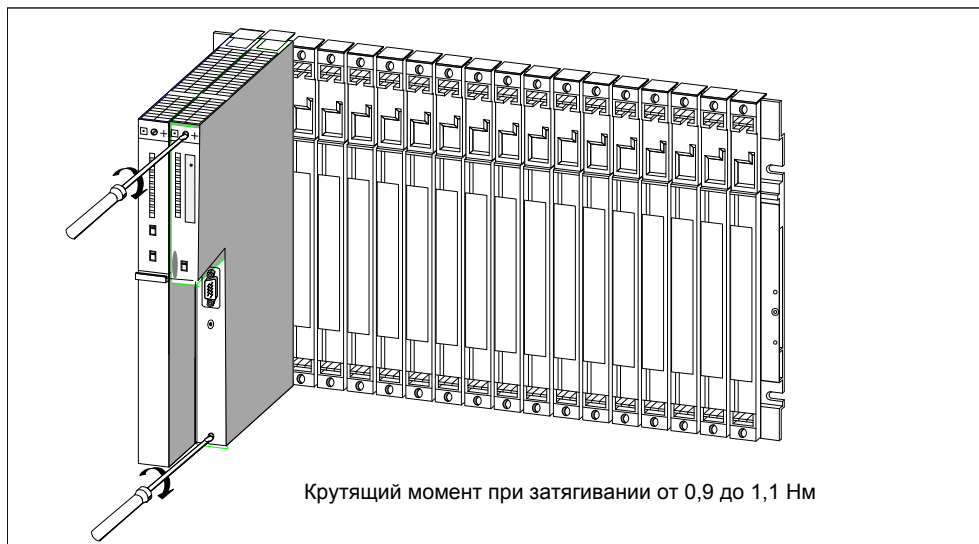

Рис. 2-5. Крепление модулей винтами
5. Закрепите модуль винтами сверху и снизу с крутящим моментом от 0,8 до 1,1 Нм (см. рис. 2-5). Модули тройной ширины крепятся двумя винтами сверху и двумя винтами снизу.